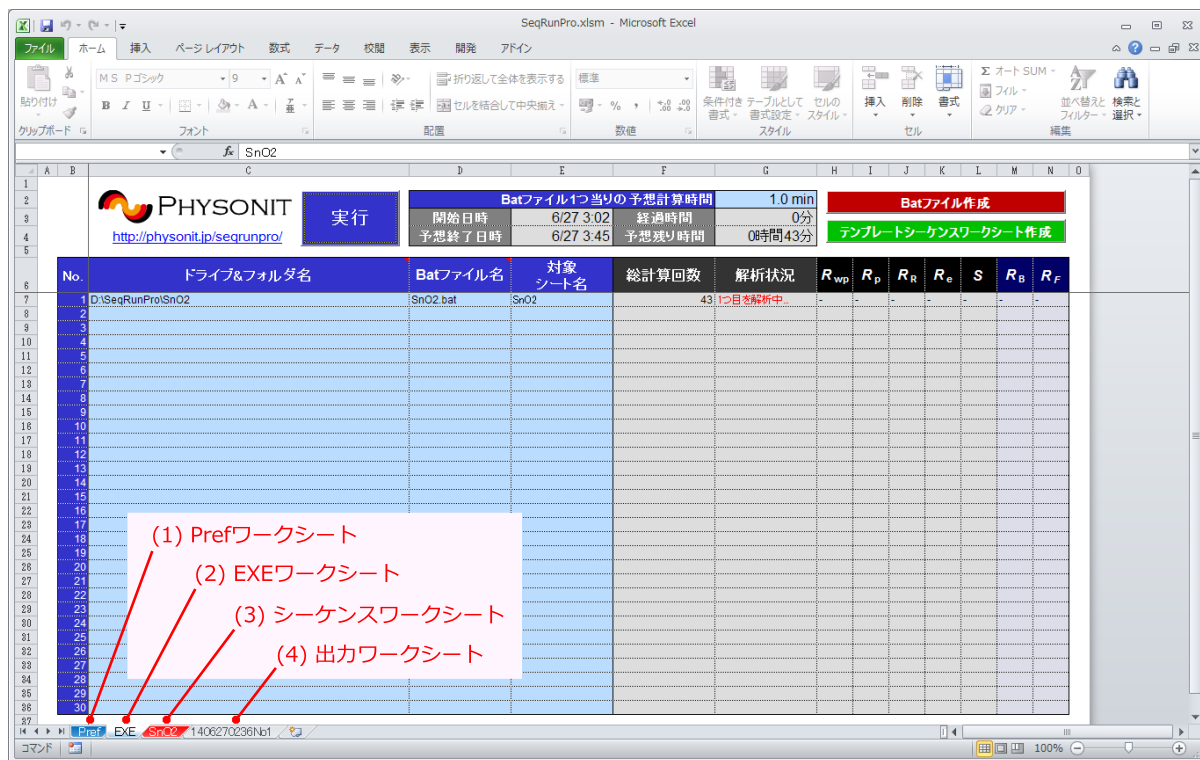

図 2.3 SeqRunPro 画面
SeqRunPro は、4 種類のワークシートから構成されます (図 2.3)。(1) Pref ワークシート、(2) EXE ワークシート、(3) シーケンスワークシート、(4) 出力ワークシートです。